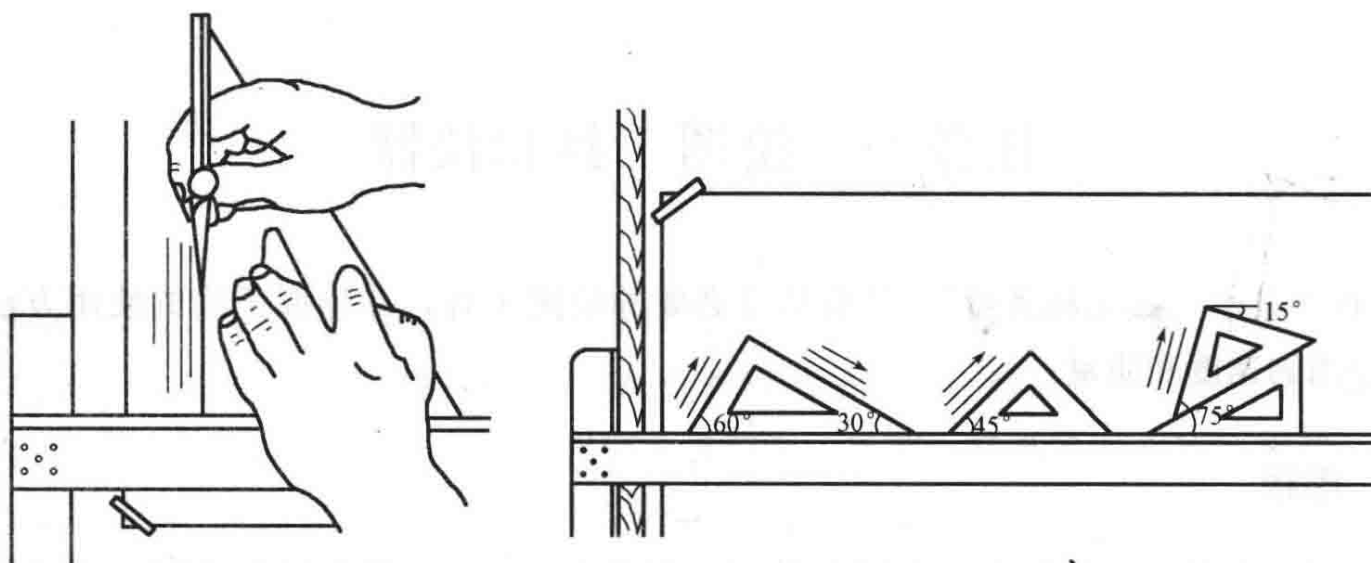

图 1-3 用三角板画铅垂线和斜线
(1)与丁字尺配合画铅垂线。所有铅垂线，无论长短，都可用三角板和丁字尺配合画出，如图 1-3 所示。